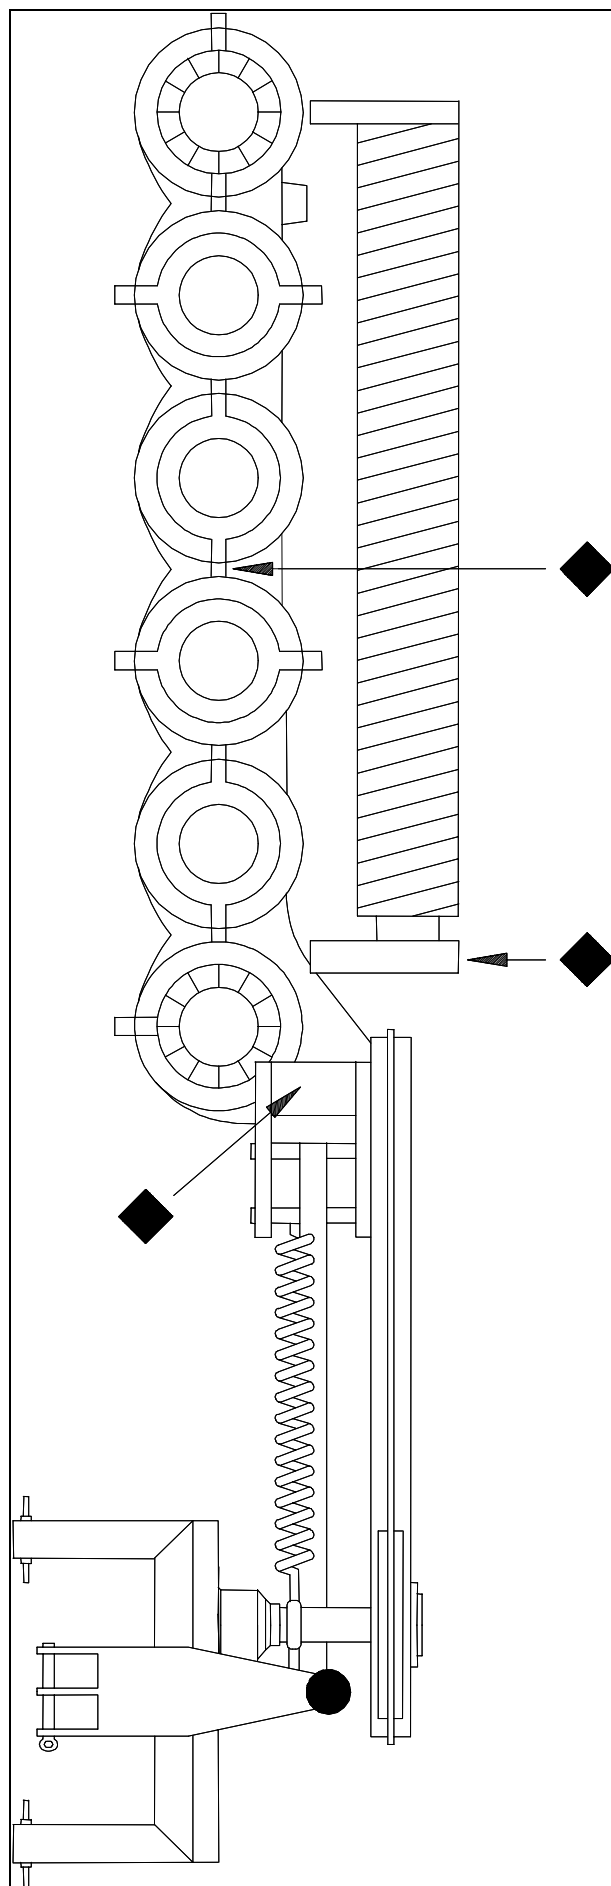

fig.1
- } Abb.1
Il dispositivo evita danneggiamenti agli organi interni della barra in caso di urti accidentali contro ostacoli, tranciando i 4 perni di sicurezza **B** (fig.1). In caso di urto, per ripristinare la funzionalità della macchina procedere come segue:
- smontare il disco portacoltelli e allentare il dado **C**, codice 58032873 (fig.1);
A questo punto è possibile rimontare tutti i particolari sulla macchina **verificando che il disco portacoltelli risulti in fase con gli altri**. Bloccare il dado **C** (M24) con coppia di serraggio di 30 kgm (fig.1).